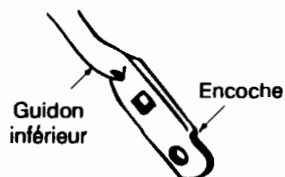

Figure 10
- Retournez le guidon inférieur pour que la partie plate à la base soit orientée vers le haut, comme à la figure 10. Remontez le tout en plaçant les trous inférieurs du guidon par dessus les goupilles soudées du support de montage du guidon.